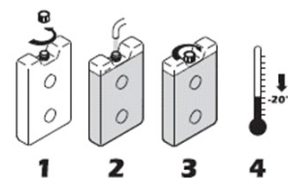

Figura 1 - Preparação de pacotes de água
- Encher os pacotes de água com água fria e limpa de acordo com a figura 1. Os pacotes de água devem ser enchidos em posição vertical. O nível de enchimento não deve exceder o nível indicado. O espaço de ar remanescente permite a expansão do volume da água enchida, que ocorre durante a cristalização, quando líquido passa para o estado sólido.